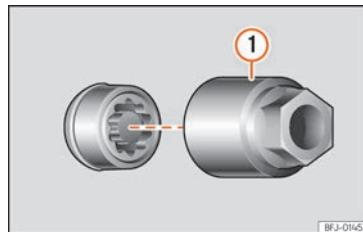

Fig. 44 Boulon antivol de roue avec capuchon et adaptateur.
- Encastrez l'adaptateur spécial » fig. 44 ① (outillage de bord » page 45) sur le boulon de roue antivol jusqu'à la butée.